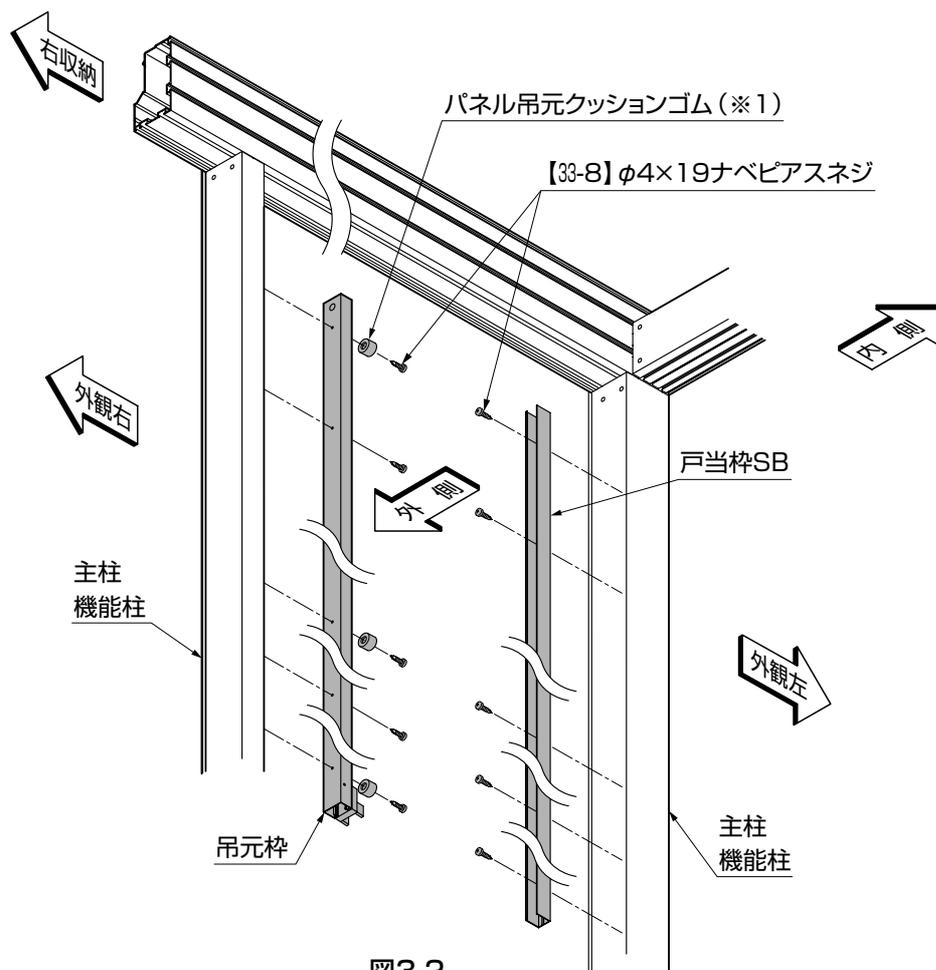

図3-2
- ②折戸パネルの開閉方向にしたがって、主柱・機能柱に吊元枠とパネル吊元クッションゴムを【33-8】で取付けてください。(図3-2参照)
- ③折戸パネルの開閉方向にしたがって、主柱・機能柱に戸当り枠SBを【33-8】で取付けてください。(図3-2参照)